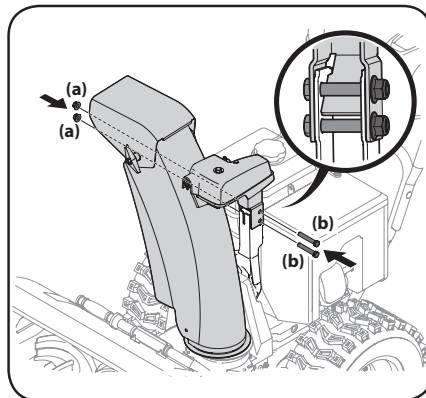

Figura 2-33
3. Sujete el cabezal de control del canal a la ménsula de soporte del canal con las tuercas de seguridad (a) y los tornillos hexagonales (b) que extrajo en el Paso 1. Consulte Figura 2-33.